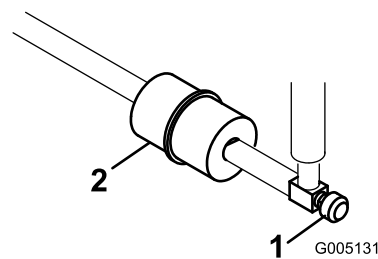

图32
管线式燃油滤清器位于油箱与化油器之间的燃油管内图32。
1. 关闭燃油切断油阀图32。
2. 将放油盘放到滤清器下方拧松滤清器化油器侧的软管夹然后从滤清器中取出燃油管线图32。
3. 松开另一个软管夹然后取下滤清器图32。